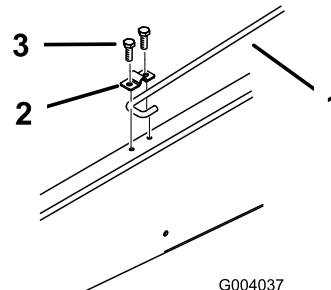

Figura 13
- Afloje el perno que sujeta la fijación de la varilla al bastidor hasta que pueda deslizar el extremo en J de la varilla por debajo de la fijación (Figura 13).
- Apriete el perno y sujete el otro extremo de la fijación con un perno nuevo (5/16 x 3/4 pulgada) (Figura 13).